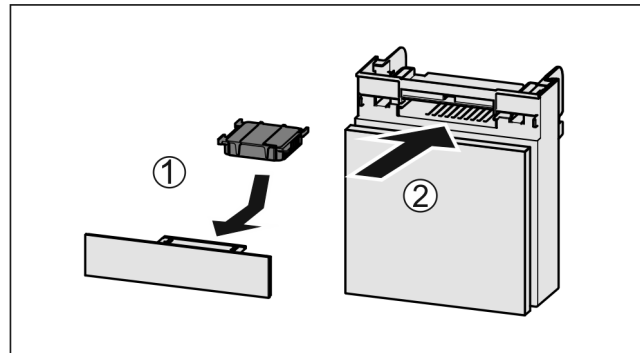

Fig. 152
- Aktivkohlefilter nach Abbildung einsetzen Fig. 152 (1).
- Fach einschieben Fig. 152 (2).